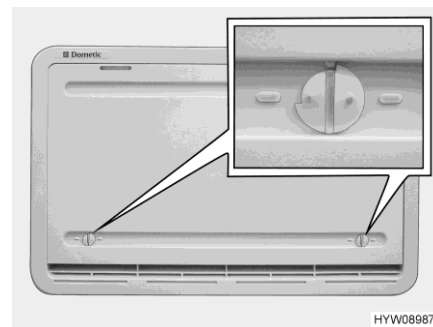

Bild 204 Vinterskydd (kylskåpets ventilationsgaller)
Vinterskyddet (Bild 204) skyddar kylaggregatet för kall luft. Sätt vinterskyddet framför båda kylskåpets ventilationsgaller, om utemperaturen sjunker under +10 °C (både vid gas- och eldrift).
- Öppna båda lås (Bild 204) (noten står horisontellt).